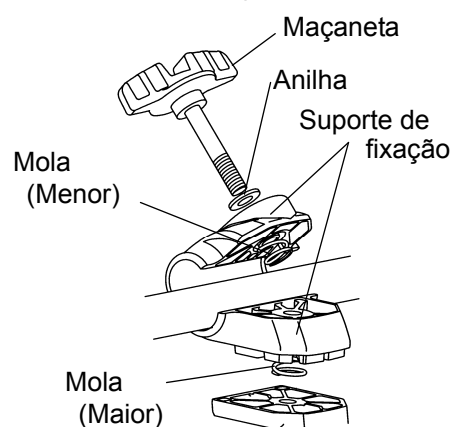

Fig.2
3. E as outras partes são montadas como se mostra na fig.2.